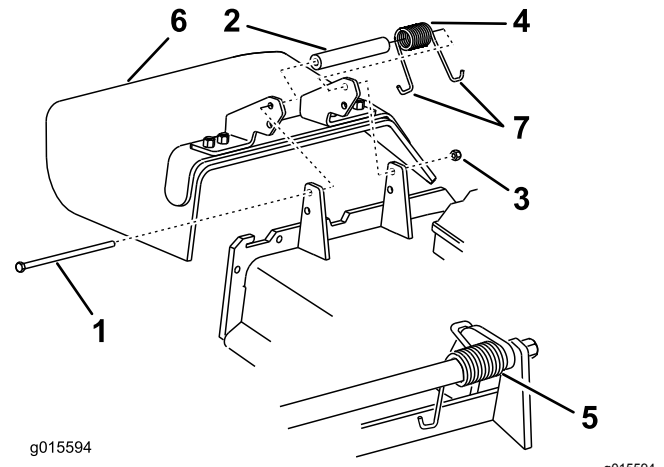

Figura 116
1. Retire la contratuerca, el perno, el muelle y el espaciador que sujetan el deflector a los soportes de pivote (Figura 116).
2. Retire el deflector de hierba dañado o desgastado (Figura 116).
Nota: Asegúrese de colocar un extremo con gancho en J del muelle detrás del reborde de la carcasa antes de instalar el perno, según se muestra en Figura 116.
6. Coloque 1 extremo en J del muelle alrededor del deflector de hierba (Figura 116).